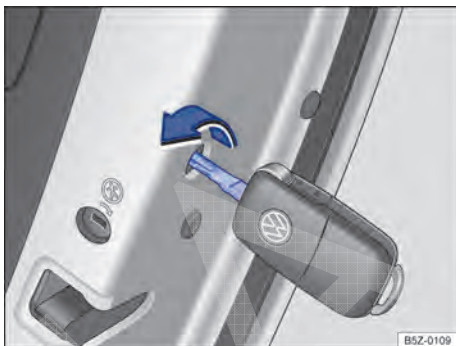

Fig. 155 Travamento de emergência do veículo com a chave do veículo.
- Remover a vedação de borracha na lateral da porta. A vedação está identificada por um cadeado  ⇒ Fig. 155.
- Inserir a haste da chave na fenda ⇒ Fig. 155 e girar no sentido horário (para fora do veículo) até o batente.